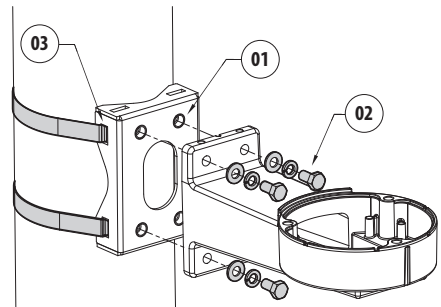
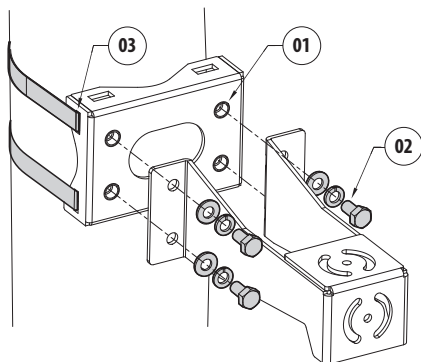

Abb. 2 Befestigung für UEBW (ULISSE EVO)
Abb. 3 Befestigung für NVX, NTX
Die Schellen müssen basierend auf dem zu installierenden Produkt verwendet werden. Hierzu die zugehörigen Sitze (03) verwenden (Abb. 2 Befestigung für UEBW (ULISSE EVO), Seite 2 und Abb. 3 Befestigung für NVX, NTX, Seite 3).